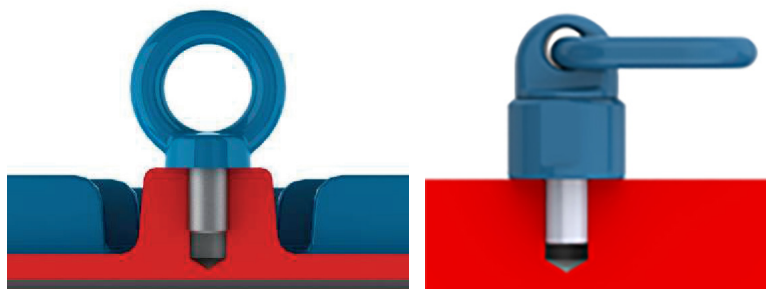
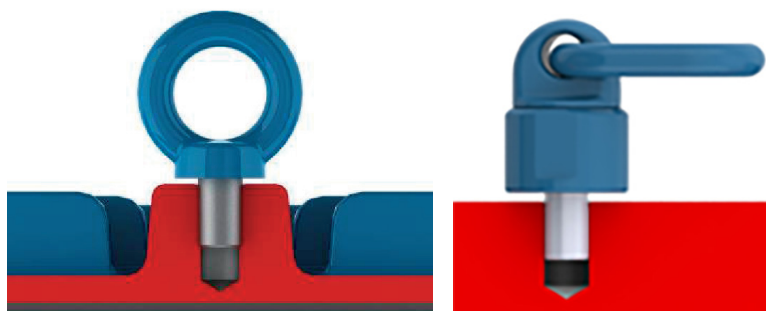

Figura 4.1: Aperto correto do olhal de elevação
Figura 4.2: Aperto incorreto do olhal de elevação
Antes de iniciar qualquer processo de içamento, certificar-se que os olhais estejam adequadamente fixos, totalmente parafusados e com sua base em contato com a superfície a ser içada, conforme Figura 4.1 na página 167. Figura 4.2 na página 167 exemplifica o uso incorreto.
1. Certificar-se que os olhais estão adequadamente fixos Figura 4.1 na página 167.